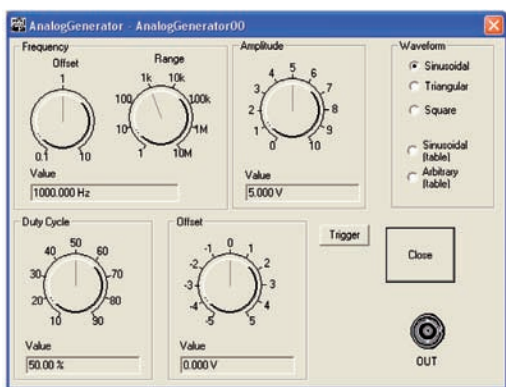

Fig. 1
- un **generatore di segnali (Analog generator)** il cui pannello è mostrato in fig. 1 consente la selezione di vari tipi di forma d'onda anche forma d'onda arbitraria, di cui si può impostare la frequenza, l'ampiezza, il duty cycle.